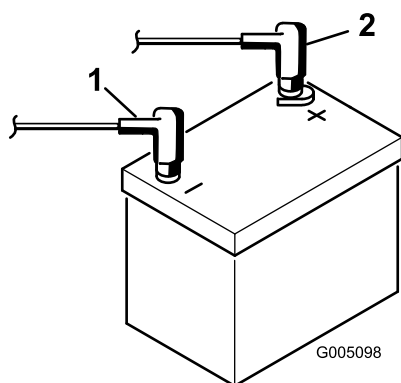

Figura 8
9. Collegate il cavo positivo (rosso) al morsetto positivo (+) e il cavo negativo (nero) al morsetto negativo (–) della batteria, e fissateli con i bulloni e i dadi (Figura 8). Fate scorrere la guaina di gomma sul morsetto positivo per evitare un cortocircuito.